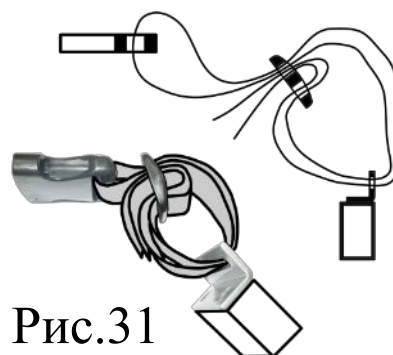

Рис.31
1. Соединить гнездо Фастекс поз. 135 с кронштейнами на одной стороне рамы кровати, используя ремень короткий поз. 132 и пряжку пластиковую поз. 133. Схема продевания ремня изображена на рис.31.